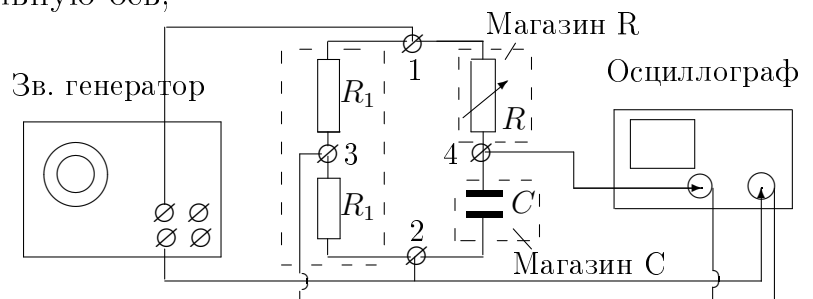

Рис. 4. Схема установки для исследования фазовращателя
Схема фазовращателя, изображённая на рис. 4, содержит два одинаковых резистора R_1 , смонтированных на отдельной плате, магазин сопротивлений R и магазин емкостей C .
6. Соберите схему по рис. 4. Убедитесь, что выход ЗГ не заземлён. Установите $C = 0,5 \text{ мкФ}$, $\nu = 1 \text{ кГц}$. Оцените визуально диапазон изменения сдвига фаз при изменении R от 0 до 10 кОм.
¹ Отложите по горизонтали вектор входного напряжения, укажите на нём точки 1, 2, 3 (см. рис. 4); зная, каков сдвиг фаз между напряжениями U_C и U_R (при едином токе) изобразите траекторию точки 4 при изменении величины R . Отложите вектор 3,4 для сдвига фаз $\psi = \pi/2$ и сравните соответствующие величины U_C и U_R .